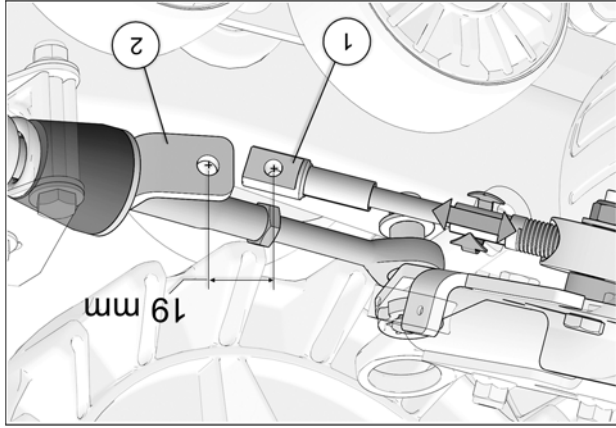

Fig. 21
14. Tourner le volant du véhicule au maximum de la course du côté gauche. En maintenant une pression au volant, ajuster le câble (en vissant ou dévissant pour ajuster la longueur). Voir la Fig. 21
15. Obtenir une distance de 19 mm [$\frac{3}{4}$ po.] du centre de l'extrémité du câble (1) au centre de l'extrémité du support de fixation (2). Voir la Fig. 21